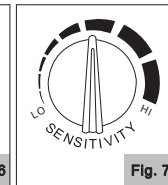

Fig. 7
La sensibilidad puede ser alta (HI) o baja (LO) utilizando la perilla de posiciones infinitas (Fig.7). Como regla de desempeño óptimo se recomienda colocar la perilla en sensibilidad alta (HI) y reducir gradualmente hasta que el filtro reaccione únicamente con la luz del arco y sin activaciones indeseadas por las condiciones de luz del ambiente (luz directa del sol, luz intensa artificial, arcos de equipos soldadores vecinos).